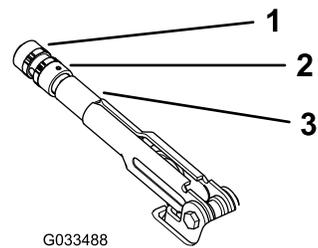

Figura 60
2. Allentate la vite a pressione che fissa la manopola alla leva del freno di stazionamento (Figura 60).
3. Girate la manopola (Figura 60) finché non occorre una forza di 20–22 kg per azionare la leva.
4. Serrate la vite a pressione una volta finito (Figura 60).